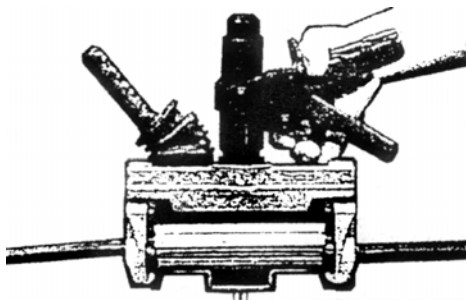

Рис. 6.27. Сброс давления в ручном прессе
6.1.31. Нажать на курок сброса давления. При этом обжимная шина поднимается в верхнее положение (рис.6.27).